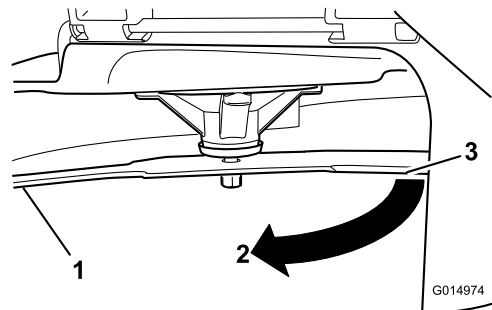

Figure 55
4. Tournez la même lame de 180 degrés pour amener l'autre tranchant à la même position (Figure 55).